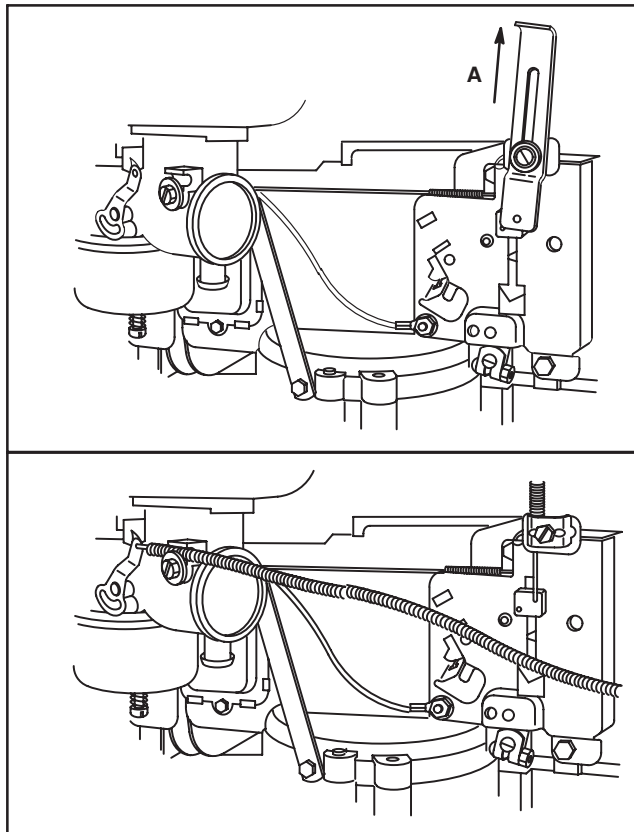

Fig. 107
Déplacer comme indiqué (A) pour augmenter la vitesse, Fig. 107.